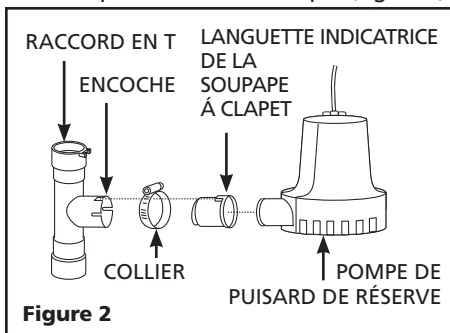
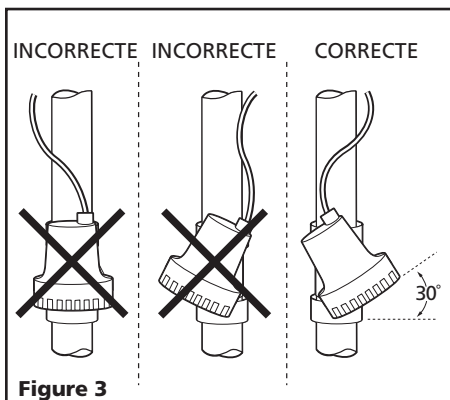

Figure 2
Figure 3
- Vérifier l'ajustage des pièces avant de les fixer en permanence. Coller le T en place avec du ciment CPV. L'encoche doit être vers le haut, sinon la soupape à clapet ne fonctionnera pas (Figure 2).
- Introduire la soupape à clapet dans le T. S'assurer que la languette indicatrice soit dans l'encoche du T (voir Figure 2).
- Introduire la pompe dans la soupape à clapet, incliner la pompe 30°, le cordon d'alimentation devrait être face en haut (voir Figure 3). Serrer le collier autour de la pompe et la soupape à clapet (voir Figure 2).
⚠ AVERTISSEMENT Incliner la pompe tel qu'indiqué sur la Figure 3 pour éviter le blocage.